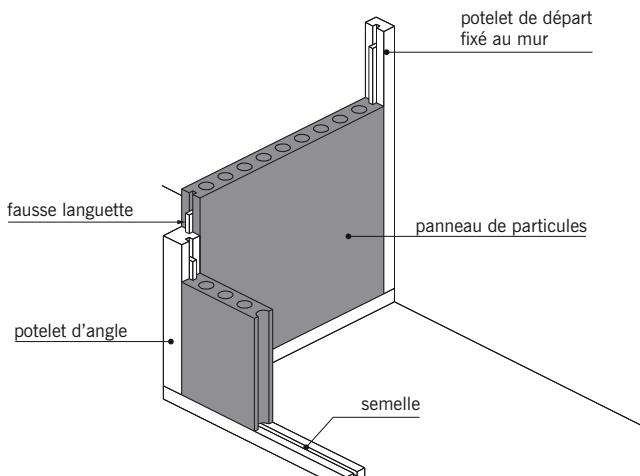

fig. 8.8
- La **cloison en panneaux de particules** : moins employée que les deux précédentes, elle est construite avec des panneaux préfabriqués en particules de bois compressées, de 60 à 90 cm de large. Les assemblages sont du type languette et rainure et les éléments sont solidarisés à la colle à bois (fig. 8.8).